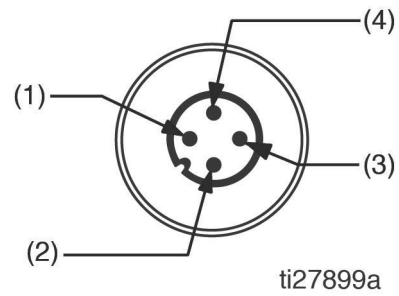

FIG. 13
N.º de pieza 124594: conector Eurofast macho de 4 clavijas que se puede cablear in situ (FIG. 13)